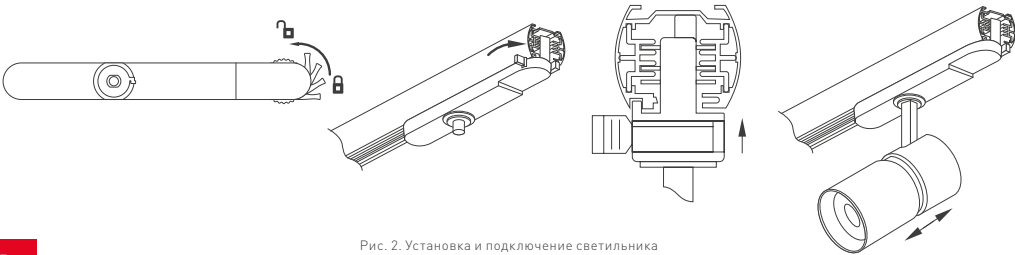

Рис. 2. Установка и подключение светильника
- 3.4. На коннекторе питания открутите винт и снимите крышку. Соберите схему подключения согласно рис. 2. Используйте 5-жильный кабель. Обязательно подключите защитное заземление к клемме GND.
- 3.9. Отрегулируйте необходимый угол излучения, переместив нижнюю часть светового модуля вниз/вверх, как показано на рис. 2.